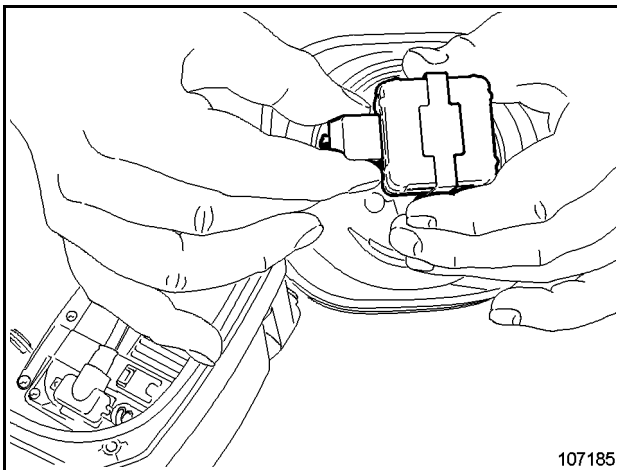

Fig. 3-50:
- Retirar el enchufe de la lámpara xenón (Fig. 3-50:).